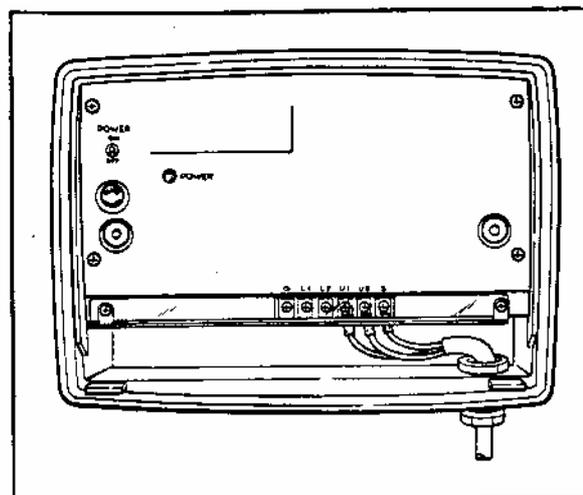

Рисунок 2-17 Подсоединения кабеля очистителя
- (4) Вставьте кабельный уплотнитель в отверстие для входа кабеля и затяните гайку. Смотрите Рисунок 2-17. После закрепления кабеля, прижмите сальник уплотнителя, чтобы влага не попала в корпус генератора. Не прикладывайте слишком больших усилий к уплотнителю, чтобы не повредить кабель. Чтобы упростить техобслуживание, не убирайте кабель очистителя в кабелепровод, пока это не станет необходимым. Если кабелепровод все-таки требуется использовать, то его следует устанавливать таким образом, чтобы можно было без труда снять.